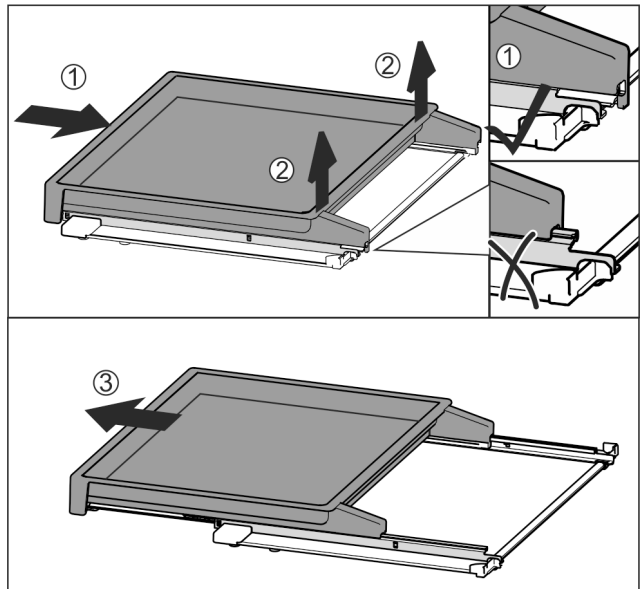

Fig. 78
- ▶ Insérer complètement la bordure télescopique Fig. 78 (1).
- ▶ La désenclencher à l'arrière Fig. 78 (2).
- ▶ Sortir la bordure télescopique par l'avant Fig. 78 (3).